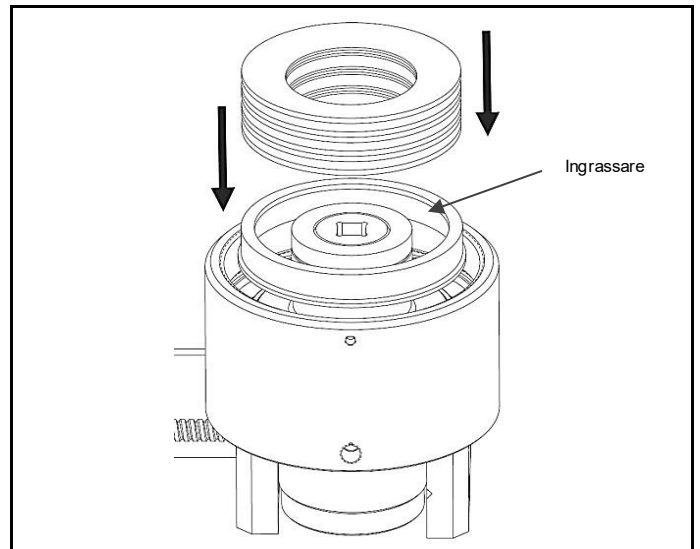

Fig. 4.6 Inserire l'inserto a molla e i pacchi molle seguendo l'ordine corretto
- verificare che sia mantenuto invariato l'ordine delle molle a tazza; (Fig. 4.6)